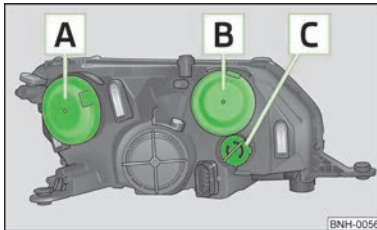

Abb. 126
- Die Gummialbedeckung **A** » Abb. 126 auf Seite 162 » Seite 162 abnehmen.
- › Die Gummiabdeckung **B** » Abb. 126 auf Seite 162 » Seite 162 abnehmen.